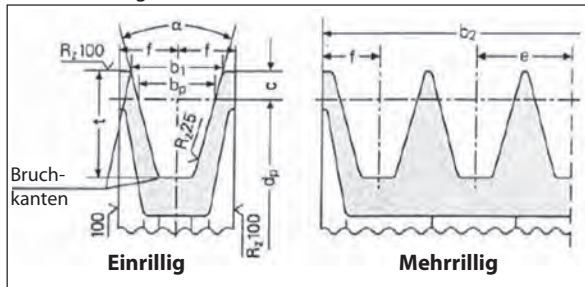

Abb. 8
- Verwenden Sie Riemscheiben für Keilriemen mit den vom Riemenhersteller vorgeschriebenen / empfohlenen Rillenmaßen. In Ermangelung dieser Werte halten Sie sich an die Vorgaben in Abb. 8 und die Tabelle in Abb. 9.